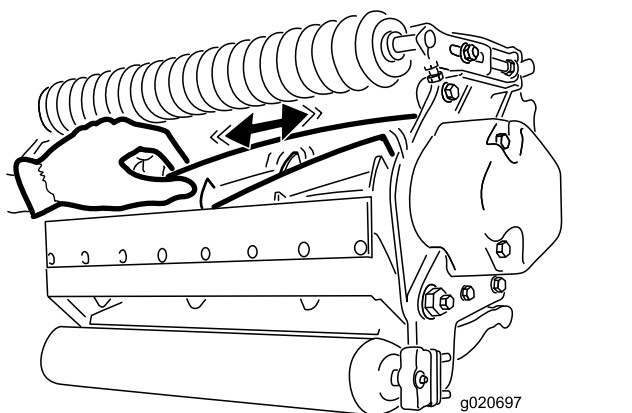

Figura 31
2. Utilizando um pano ou uma luva almofadada, segure a lâmina do cilindro e tente mover o conjunto do cilindro de um lado para outro (Figura 31).